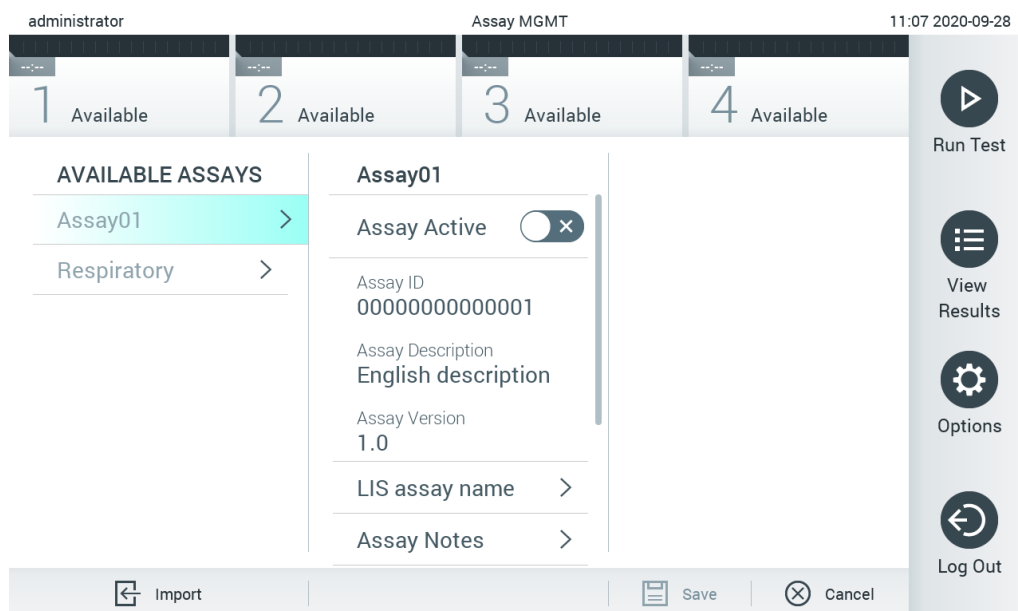

図 66. アッセイ管理画面。
2. 新規アッセイを QIAstat-Dx Analyzer 1.0 にインポートするには、Options（オプション）ボタン、次に Assay Management（アッセイ管理）ボタンを押します。ディスプレイのコンテンツエリアに Assay Management（アッセイの管理）画面が表示されます（図 66）。